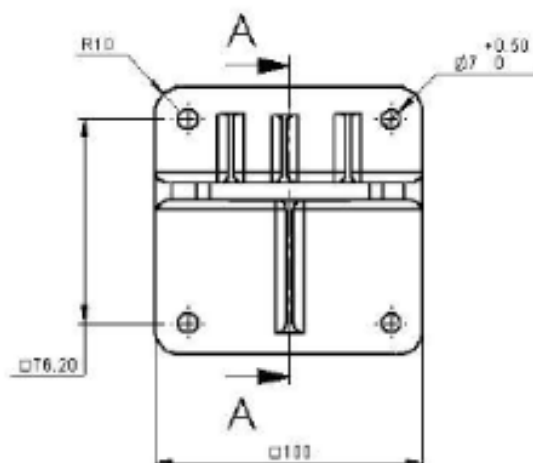

Рисунок 1: Наклонная крепежная база - вид сзади
- a) Поместите наклонное крепление (рис. 1) в указанное местоположение и закрепите его четырьмя винтами через четыре отверстия диаметром 0,28 дюйма (7 мм). В наклонном креплении находятся четыре невыпадающих винта с пружинными шайбами. На следующем рисунке показано расположение четырех отверстий для винтов и шайб.